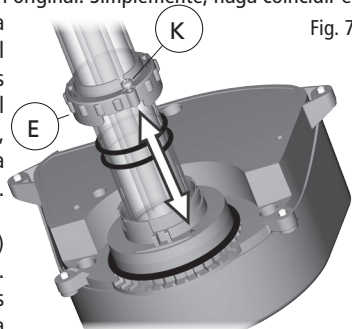
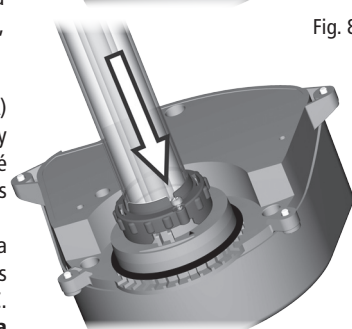
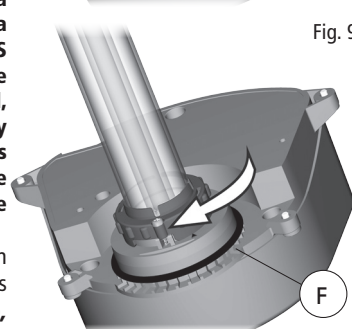

Fig. 7
Fig. 8
Fig. 9
- En este punto es posible limpiar el manguito de cuarzo (C), si es necesario. **Para hacerlo, use un paño suave y húmedo para quitar el sarro calcáreo y los desechos. En caso de suciedad difícil de quitar, puede usar un poco de vinagre. No use detergentes u otros limpiadores químicos. Si no hay necesidad de reemplazar la lámpara UVC, diríjase al paso n.º 10.**
- Para tener acceso a la lámpara UVC (B), extraiga el manguito de cuarzo (C). Primero, desenrosque unas 3 vueltas el tornillo de seguridad (K) del aro de brida (E) que sujeta el manguito a la tapa superior UVC. A continuación, gire el aro de brida aproximadamente 30 grados hacia la izquierda hasta que el tornillo coincida con la flecha presente en la tapa superior UVC, y jálelo para desacoplarlo de su lugar. Importante: El aro de brida incluye un tornillo de seguridad antipérdida. No es necesario que extraiga el tornillo por completo. Simplemente, desenrosque el tornillo hasta que el aro de brida quede suelto y se pueda desacoplar de su lugar.
- Una vez que extraiga el manguito de cuarzo, quite la lámpara UVC (B) del portalámparas (si no es la primera puesta en marcha) y reemplácela con una nueva. **ADVERTENCIA: NO INTENTE MIRAR HACIA LA LÁMPARA CUANDO ESTÁ ENCENDIDA.** La exposición directa a la luz ultravioleta puede dañar los ojos y la piel. No pruebe la lámpara UVC a menos que el filtro esté completamente ensamblado y cerrado. **IMPORTANTE: Siempre utilice piezas de repuesto originales de Laguna. Consulte la Lista de piezas de repuesto para identificar correctamente el número de piezas.**
- Coloque el manguito de cuarzo (C) y las dos juntas tóricas (D) de vuelta en su posición original. Se recomienda lubricar las juntas tóricas con un lubricante adecuado. **IMPORTANTE: El amortiguador de lámpara (Y) que está dentro del manguito de cuarzo debe estar entre la lámpara y la parte inferior del manguito de cuarzo. No lo extraiga. IMPORTANTE: Las dos juntas tóricas (D) del manguito de cuarzo (C) deben remplazarse cada vez que se abra el aparato.**
- Coloque el aro de brida (E) en su posición original. Simplemente, haga coincidir el tornillo con la flecha y presione la brida hacia la tapa superior UVC; luego, gire el aro de brida aproximadamente 30 grados hacia la derecha en la dirección del tornillo de seguridad (K). En este punto, atornille el tornillo de seguridad (K) para ajustar el aro de brida (fig. 7, fig. 8 y fig. 9).
- Verifique el manguito de cuarzo (C) para asegurarse de que no esté dañado. Compruebe que todos los componentes estén presentes y se hayan vuelto a ensamblar correctamente. Si tiene dudas, consulte con el distribuidor de productos Laguna.
- Coloque la tapa superior UVC (A) nuevamente sobre la tapa del filtro (G) y procure que la junta tórica (F) interna esté debidamente colocada antes de fijar los tornillos (J) a la tapa superior UVC.
- Para fijar la tapa superior UVC (A) a la tapa del filtro, reajuste los 4 tornillos antipérdida (J) de la tapa superior UVC. **ADVERTENCIA. Riesgo de descarga eléctrica: Antes de encender la lámpara, asegúrese de que TODAS las juntas tóricas estén nuevamente colocadas en su posición original, TODOS los tornillos estén ajustados y el aparato no presente daños. Antes de conectar el aparato a la fuente de alimentación, realice el test de humedad del filtro (consulte abajo).**